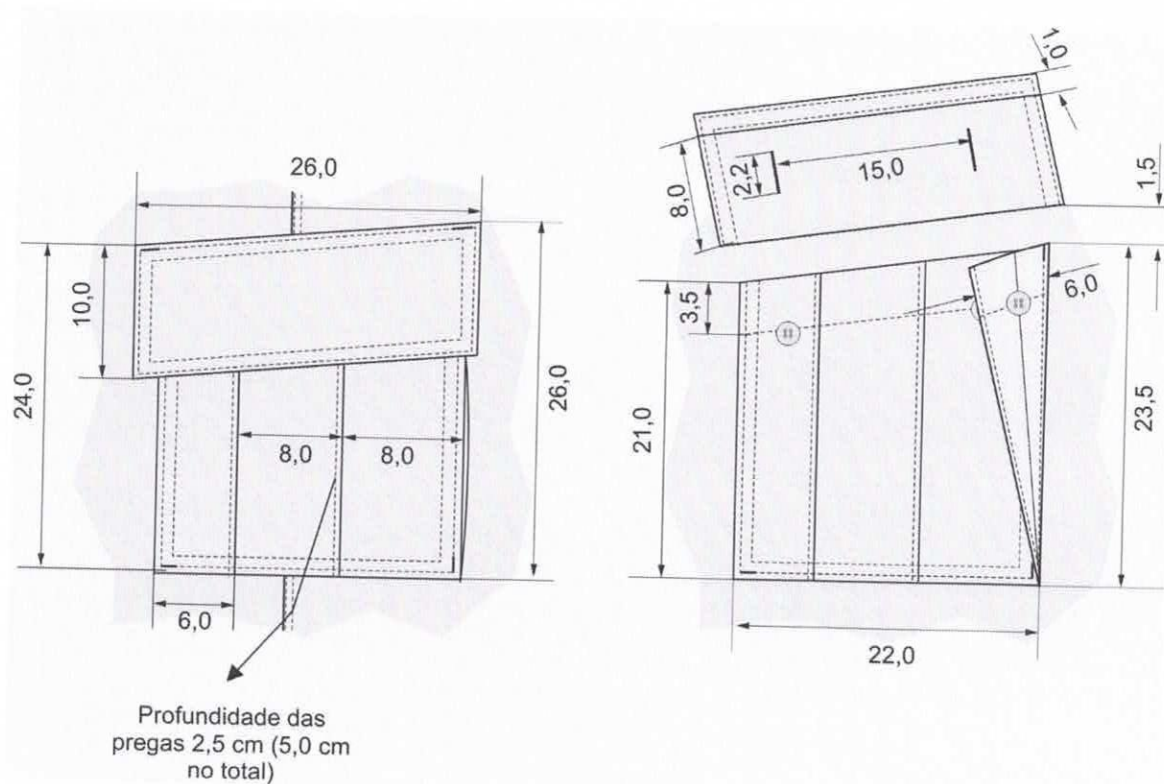

Figura 14: Detalhes dos Bolsos Laterais
4.7.1 Laterais da calça com dois bolsos do tipo cargo semi fole, com o fole medindo 6,0 cm de largura, apenas na direção do traseiro. O fundo e dianteiro dos bolsos fixados por costura reta dupla e chapada (ver figura 14);
4.7.2 Bolsos com formato inclinado, decrescente do traseiro para o dianteiro, recobertos por portinholas escamoteadas, costuradas acompanhando a inclinação dos bolsos e fechadas por dois botões de massa, além de um reserva, com 15 mm de diâmetro e quatro furos, na cor verde oliva, pregados na direção da bainha do bolso, de 3,5 cm. Botão reserva posicionado no centro do fole e centralizado na costura da bainha (ver figura 14);
4.7.3 Bolsos cargo com duas pregas no sentido do comprimento, dividindo o bolso em três partes com 2,5 cm de profundidade (total de 5,0 cm). Bolso pronto com 24,0 cm de altura na parte frontal e 26,0 cm de altura na parte posterior. Portinholas prontas com 26,0 cm de largura e 10,0 cm de altura (ver figura 14);
4.7.5 Moscas de segurança de 1,5 cm de comprimento aplicadas nas bordas superiores e inferiores de pregamento dos bolsos e nas bordas superiores das portinholas (ver figura 14);